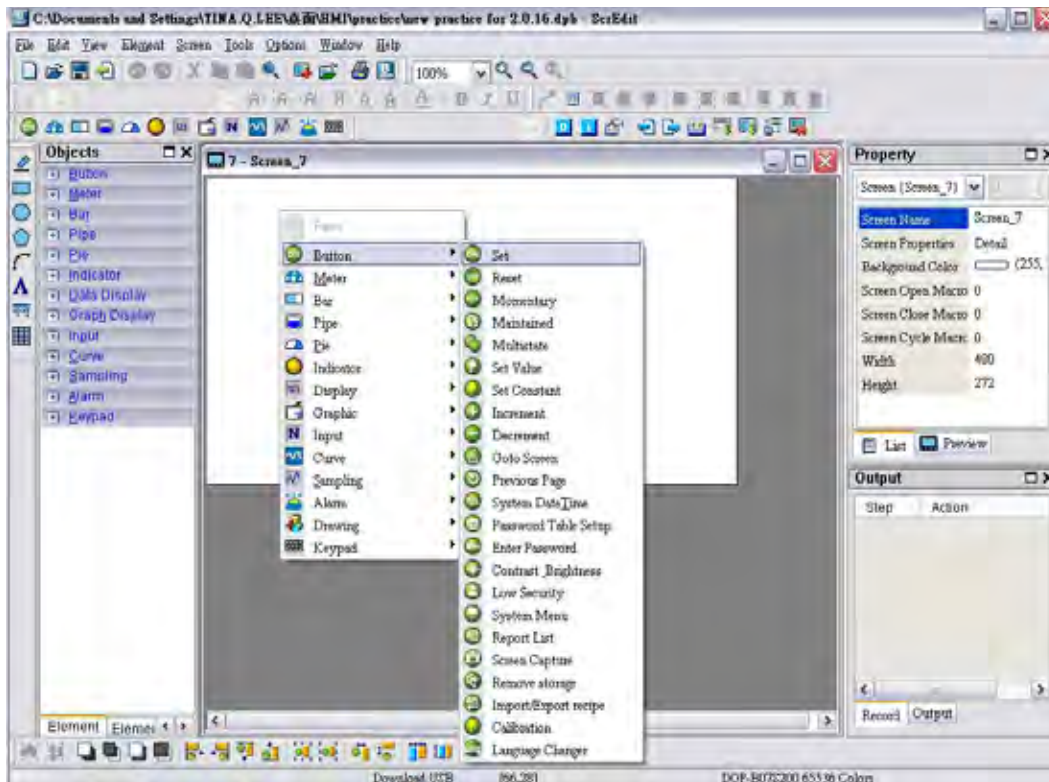

Fig. 3-8-1 Exibição do menu Atalho
1. Dê um clique com o botão direito do mouse na área de trabalho e um menu de atalho será exibido como na Fig. 3-8-1. O usuário pode escolher com o mouse os elementos desejados.